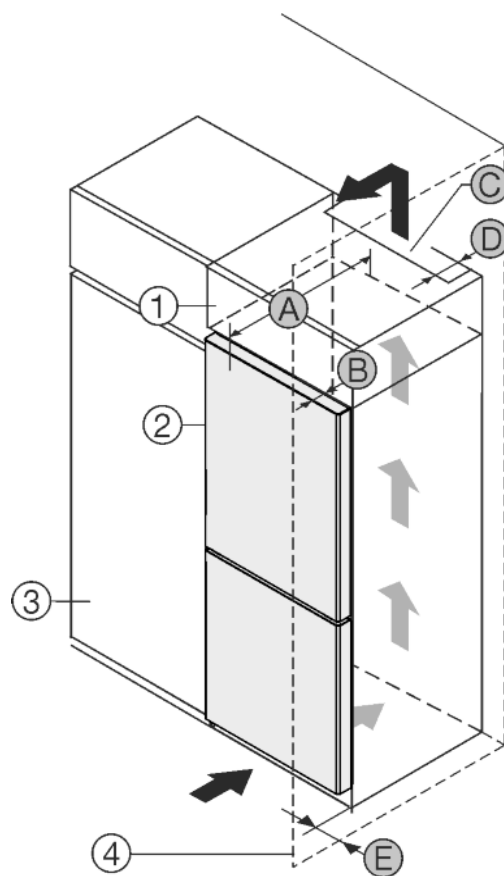

Fig. 45
Устройство может быть окружено кухонными шкафами. Чтобы уравнивать устройство *Fig. 45 (2)* по высоте с кухонной стенкой, можно установить над устройством дополнительный шкафчик *Fig. 45 (1)*.
Установить устройство можно непосредственно рядом с кухонным шкафом *Fig. 45 (3)*. Чтобы можно было полностью открыть двери, устройство должно выступать на глубину *Fig. 45 (B)* относительно передней стенки кухонного шкафа. В зависимости от глубины кухонных шкафов и использования пристенных распорок устройство может выступать и больше.
- На задней стенке дополнительного шкафчика должен быть вентиляционный канал с глубиной *Fig. 45 (D)* по всей ширине этого шкафа.
- Нужно соблюдать вентиляционное отверстие *Fig. 45 (C)* под нижней панелью.
Если устройство установлено на шарнирах у стены *Fig. 45 (4)*, то нужно соблюдать расстояние *Fig. 45 (E)* между устройством и стеной.